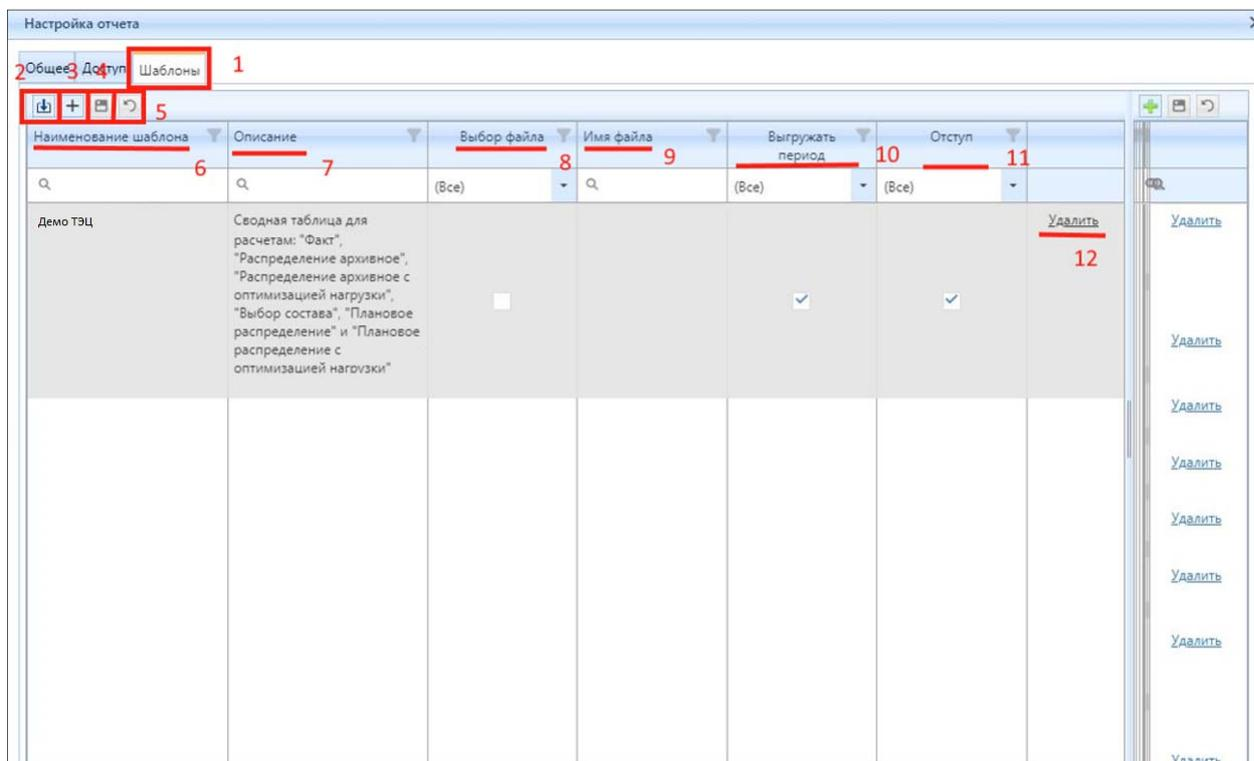

Рисунок 4.7.22 – Настройка шаблона окно 1
Вкладка (1) «Шаблоны» (рис. 4.7.22)
1. нажать кнопку (3) «Создать строку» (рис. 4.7.22). В окне добавится новая строка;
2. в новой строке задать наименование шаблона (6) (рис. 4.7.22), (7) описание содержимого шаблона (рис. 4.7.22);
3. активировать чек-бокс выбор файла (8) (рис. 4.7.22) для выбора файла при выгрузке отчета в шаблон, в случае если при каждой выгрузке отчета в шаблон есть необходимость выбирать в какой файл будет он выгружаться. Если файл шаблона загружается в систему один раз и выгрузка сводного
4. (2) загрузить файл-шаблон (рис. 4.7.22). В данный файл будет происходить выгрузка данных по окончанию настройки;
5. (9) имя файла (рис. 4.7.22) присвоится автоматически после загрузки шаблона (2) (рис. 4.7.22);
6. активировать чек-бокс для выгрузки периода (10) (рис. 4.7.22) для возможности выгружать в шаблон несколько расчетных дат;
7. активировать чек-бокс с отступом (11) (рис. 4.7.22) при наличии в шаблоне формул. В этом случае от области выгруженных значений параметров сводного отчета будет сделан отступ на одну строку, где будут рассчитываться значения с помощью имеющихся в файле формул.
Функциональность вкладки также позволяет удалить всю строку (12) (рис. 4.7.22), сохранить все внесенные изменения (4) (рис. 4.7.22) или произвести отмену изменений (5) (рис. 4.7.22).